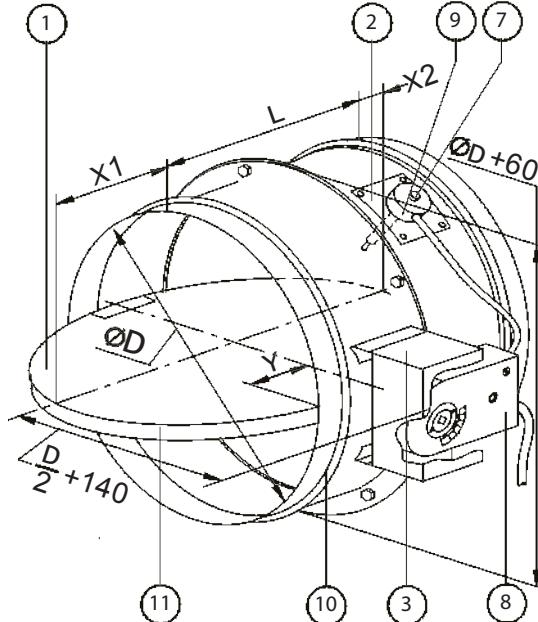

Рисунок 12. Конструкция и основные размеры клапанов [мм]:
- T1** – термодатчик (6 на рис.12) установлен в нормально открытом положении (разомкнут);
Ниппельный клапан монтируется путем вставки его соединительных ниппелей в ответные отверстия (раструбы) воздуховодов (взаимное перекрытие должно обеспечивать закрытие уплотнительного кольца см. рис.12, поз.10). Для фиксации соединения допускается использование герметика и установка саморезов.